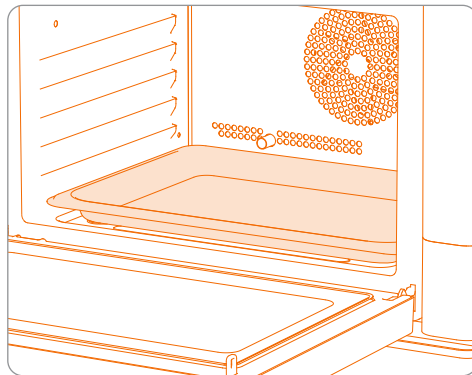

figure 2 : emplacement de la plaque pendant le détartrage
1. Enlever tous les accessoires. Mettre la plaque sur la sole de la cavité de telle sorte que l'orifice d'égouttement du détartrage dépasse au-dessus du bord du plateau pour récupérer les liquides. Voir fig. 2.